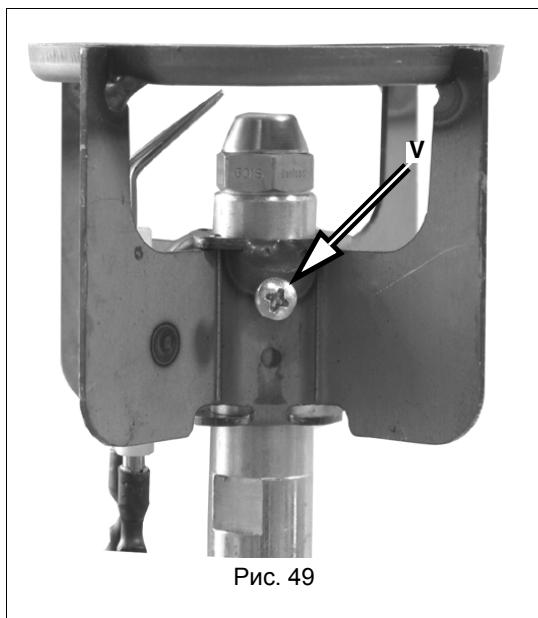
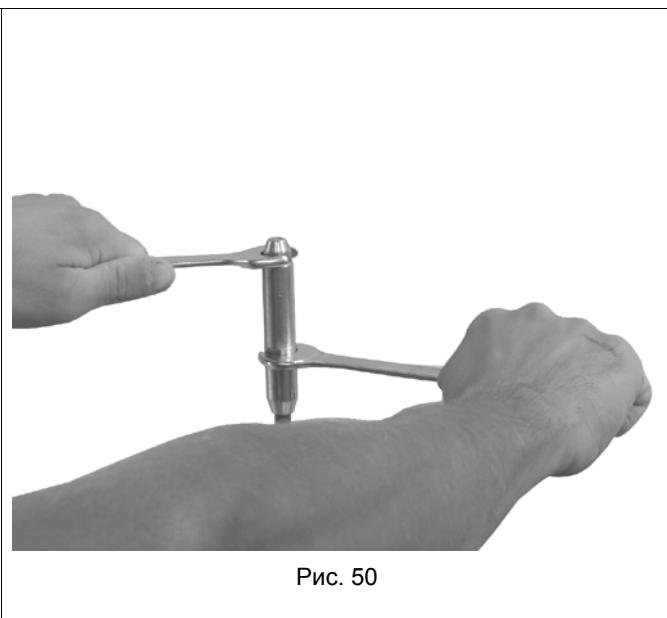

Рис. 49
Рис. 50
- Снять соединительный разъем **CE** электроклапана **EV2** (Рис. 49).
- Установить на место головку сгорания и закрепить ее 4-мя винтами V1 - V4 (Рис. 49).
- Отвинтить винт **V**, который крепит головку сгорания и отсоединить головку сгорания от держателя форсунки.(Рис. 49 - Рис. 50). Для снятия форсунки в обязательном порядке использовать два закрепленных ключа, как изображено на , во избежание повреждения опорной плиты компонентов горелки.